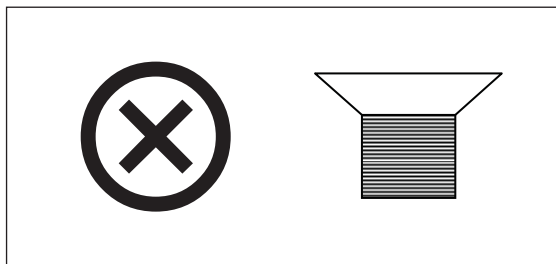

Fig. 8-4: Fecho da pinça
1. Coloque a pinça na plataforma, alinhando os furos de montagem com os furos na plataforma. Fixe a pinça usando os parafusos Phillips de cabeça chata fornecidos (#S2116-3051, 10 – 24 x 5/16 in). Para ajudar você a identificar os parafusos corretos, (aqui Fig. 8-4 na pág. 44), porque são fornecidos três tipos diferentes de parafusos com as pinças.